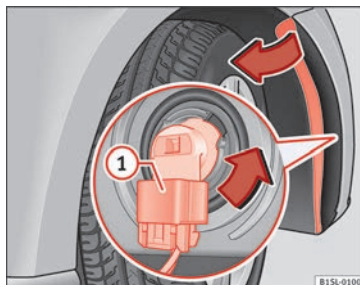

Fig. 148 Substituição das lâmpadas dos faróis.
- Desbloquear o conector » **Fig. 148** **1** e retirá-lo.
- Rode o porta-lâmpadas » **Fig. 148** na direção da seta, **no sentido contrário dos ponteiros do relógio** até ao limite e retire-o juntamente com a lâmpada deslocando-o para trás.